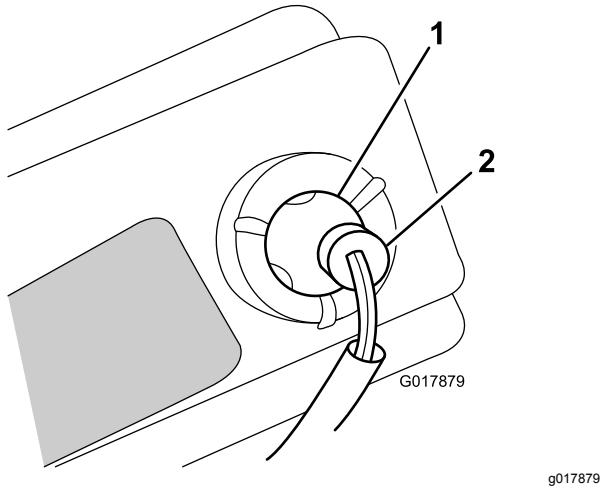

Figure 32
- Sortez la douille (Figure 32).